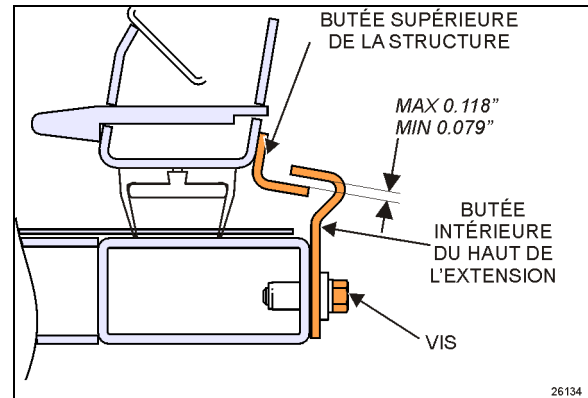

FIGURE 27: RÉGLAGE DE LA BUTÉE SUPÉRIEURE
1. Régler la butée supérieure selon la Figure 27 avec le joint dégonflé. Lors du gonflage, le joint presse la structure de toit légèrement vers le haut et à ce moment, la butée supérieure intérieure entre en contact avec la butée supérieure de la structure.